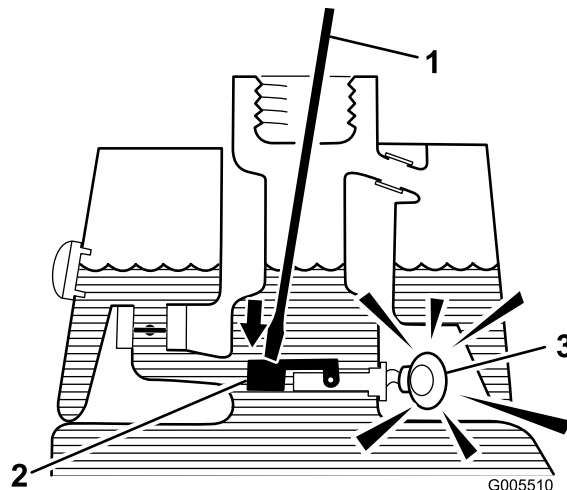

Figura 27
3. Introduzca una varilla o un destornillador limpio en el cuello del depósito y empuje hacia abajo, con cuidado, el flotador del interruptor (Figura 27). Después de la demora de un segundo, debe sonar la alarma.